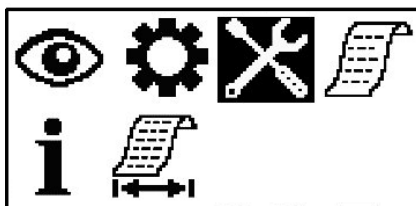

Рисунок 2.7 – Меню выбора специальных режимов (инверсией выделен выбранный символ)
2.3.7.3 Для перехода в меню выбора специальных режимов работы (рисунок 2.7) необходимо в режиме индикации баллов (массовой концентрации) однократно нажать кнопку «⏏».
2.3.7.5 Для перемещения по меню используется кнопка «▷». Изображение выбранного символа инвертируется (см. рисунок 2.7).